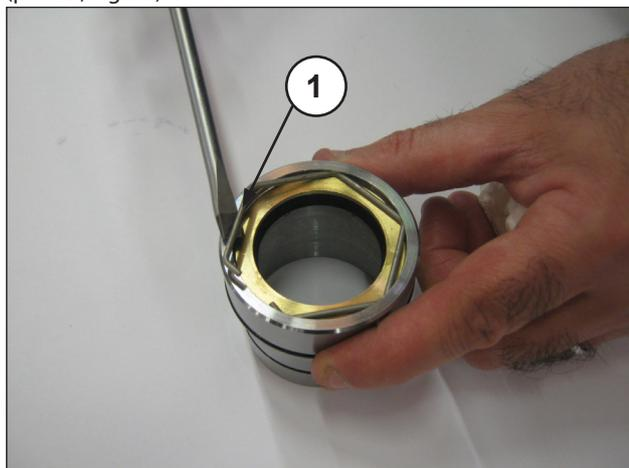
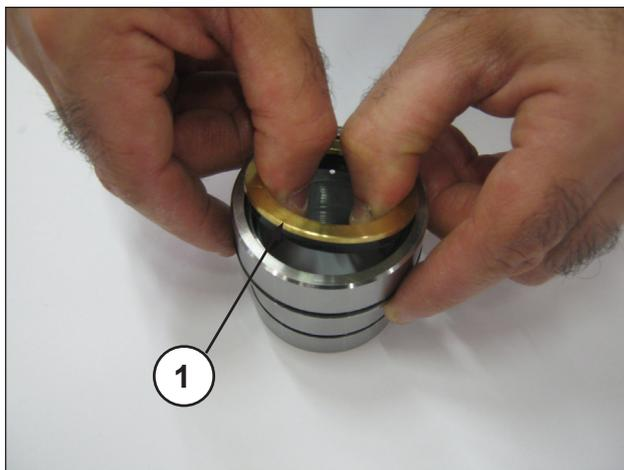

Fig. 33
Fig. 34
Per togliere la guarnizione di bassa pressione è necessario togliere l'anello di fermo (pos. ①, Fig. 33) e l'anello per tenuta (pos. ①, Fig. 34).